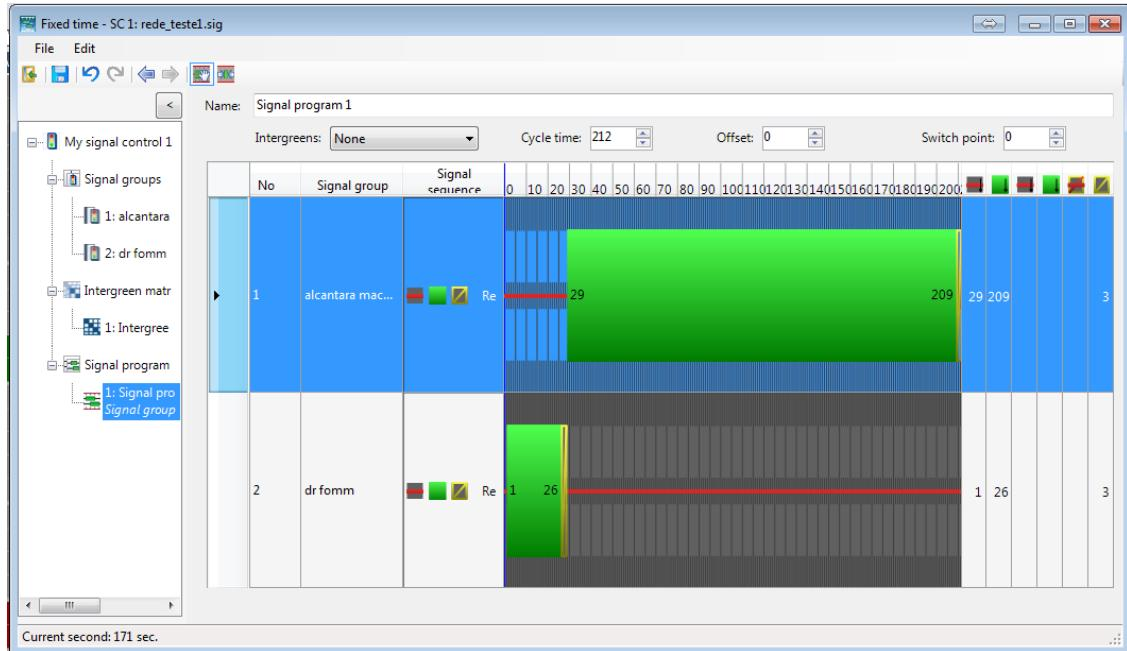

Figura 26
56. Repita o procedimento para o grupo semafórico 1 (“Alcântara Machado”). O resultado final deve ser como o da Figura 26.